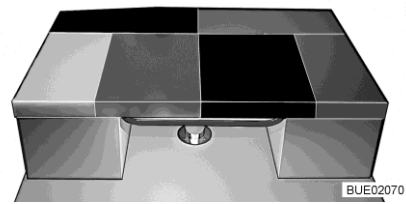

Bild 157 Efter ombyggnaden
- Lägg extra dynan på bordet (se Bild 157).